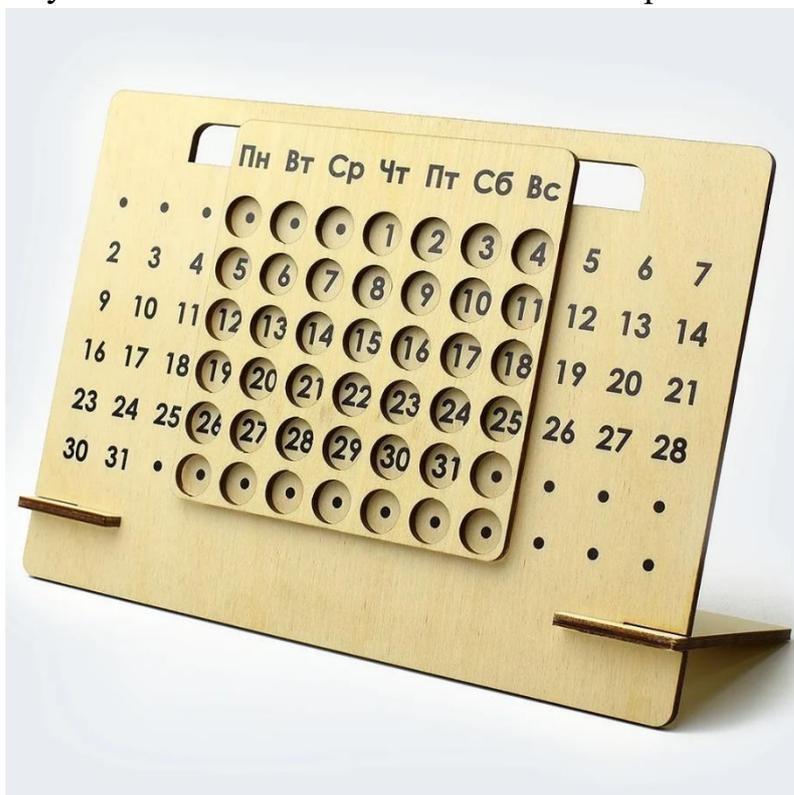

Рис. 1 Пример вечного календаря
1. Самостоятельно спроектировать в графическом редакторе и изготовить на лазерно-гравировальном станке вечный календарь (Рис. 1), согласно требованиям.